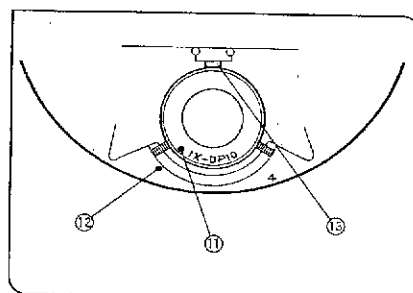

図 27
2) 微分干渉用プリズムの位置決め指標⑪をターレット穴の位置決め指標⑫に合わせて、微分干渉用プリズムの位置決めピンが確実にピン穴に入るよう、ターレット穴の底に突当るまで挿入します。ターレット内側のばね⑬を少し側面で押すようにして入れてください。(図27)